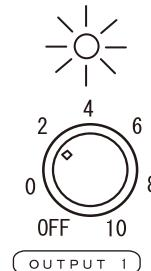

図 III-4
- ・出力調整⑧を適度に上げイヤホンより音が聞こえるようにし、出力強度切換②を切り換えたとき、点検している出力の安全表示灯⑦が点灯し、イヤホンの音が止まるか？(図III-4)